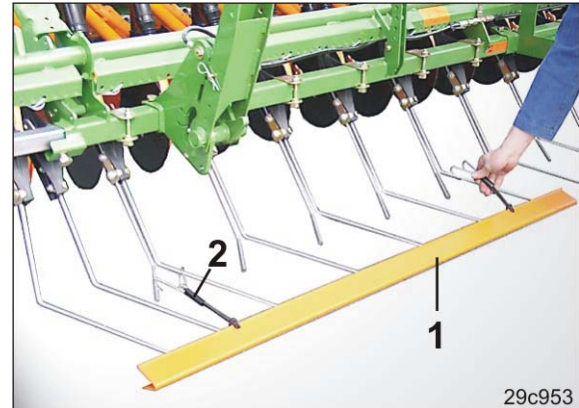

Fig. 202
1. Die zweiteilige Verkehrssicherungsleiste (Fig. 202/1) über die Zinkenspitzen des Exaktriegels schieben.
2. Die Verkehrssicherungsleiste mit Federhaltern (Fig. 202/2) am Exaktstriegel befestigen.